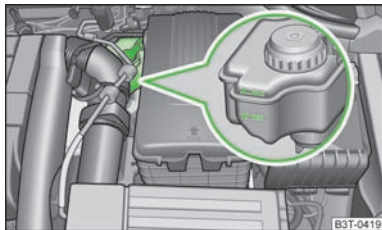

Fig. 163
- > Verificați nivelul lichidului de frână pe recipientul acestuia » fig. 163. Nivelul trebuie să se găsească între marcajele „MIN” și „MAX”.